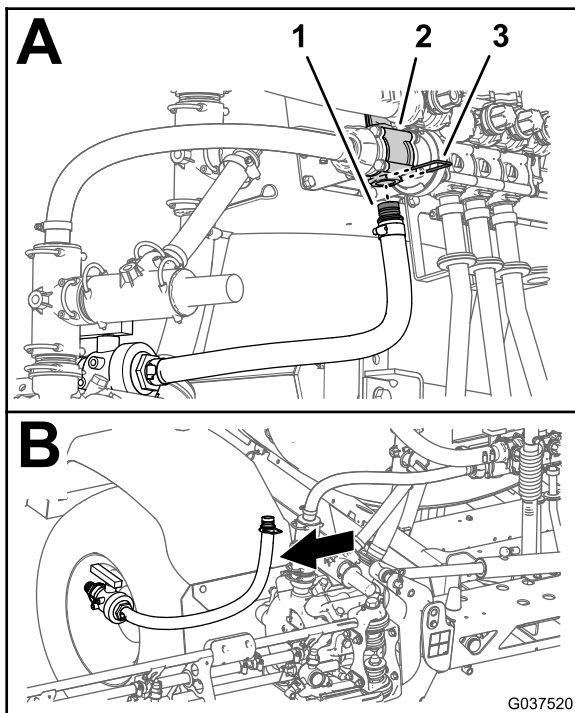

図 35
3. 攪拌給液ホースのパーブ付きストレートフィッティングを攪拌バルブに固定しているリテーナを外す 図 35。
4. 機体から、ボールバルブと攪拌給液ホースを外す 図 35。